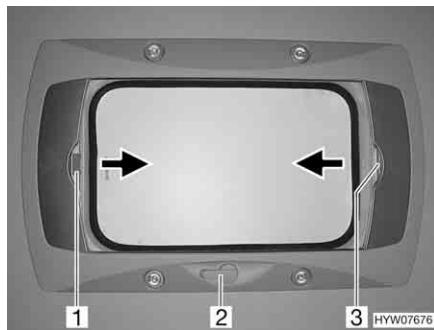

Fig. 67 Oblò a manovella
Apertura: ■ Ruotare la manovella (Fig. 67,2) fino a quando non si incontra resistenza (angolo di apertura max. 70°).
Chiusura: ■ Tirare la tendina oscurante pieghevole per la maniglia (Fig. 67,3) nella direzione della freccia fino alla posizione desiderata e rilasciare. La tendina oscurante pieghevole rimane in questa posizione.
- Chiusura:** ■ Tirare la zanzariera a rullo per la maniglia (Fig. 67,1) nella direzione della freccia verso la maniglia contrapposta della tendina oscurante pieghevole (Fig. 67,3) e farla innestare.
- Apertura:** ■ Tirare la maniglia della zanzariera a rullo (Fig. 67,1) dietro, verso l'alto, e sganciare la zanzariera a rullo dalla tendina oscurante pieghevole (Fig. 67,3).